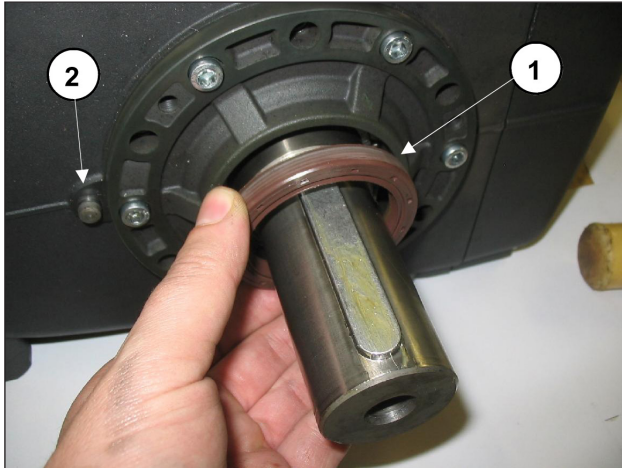

Fig. 33
Para modificar a versão, aplicando o grupo do redutor onde não é fornecido, é necessário remover a vedação do eixo (Fig. 33, pos. ①) e inserir no cárter o plugue de Ø8 de referência da caixa do redutor (Fig. 33, pos. ②). Proceda, em seguida, com as operações especificadas no parág. 2.1.4.
Ao modificar a versão, remova o grupo do redutor onde previsto, é necessário introduzir o anel de vedação do eixo no local da cobertura lateral, usando a ferramenta cód. 27904800 (Fig. 33, pos. ①).